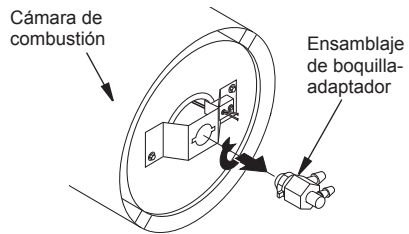

Figura 18 - Desmontaje del ensamblaje de boquilla-adaptador
4. Gire el ensamblaje de la boquilla 1/4 de vuelta a la izquierda y tire de él hacia el motor para desmontarlo (consulte la figura 18).
10. Conecte el ensamblaje de la boquilla al soporte adaptador de la boquilla (consulte la figura 18).